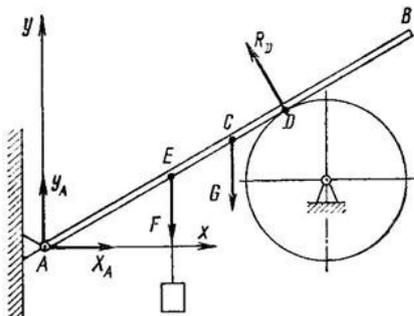

Рисунок 11
2. Однородный брус AB (рис. 11) весом  $G = 250$  Н прикреплен к стене при помощи шарнира A и в точке D опирается на гладкий цилиндр. В точке E к брусу подвешен груз  $P = 800$  Н. Определить реакцию цилиндра и шарнира, если  $AE = 1,2$  м;  $AC = BC = 1,5$  м;  $AD = 1,7$  м и  $\angle BAx = \alpha = 40^\circ$ .